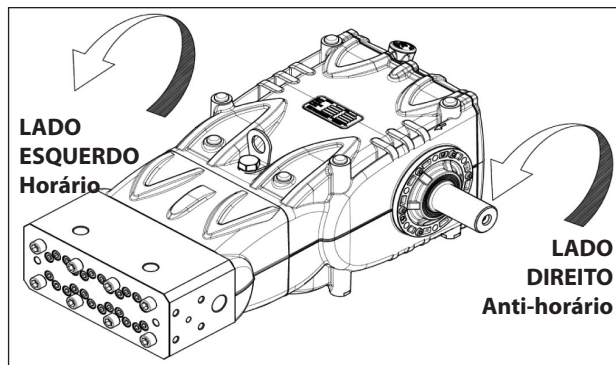

Fig. 6
Posicionando-se na frente do cabeçote da bomba, o sentido da rotação deverá ser como da Fig. 6.
N.B. A versão relacionada da Fig. 6 é direita.